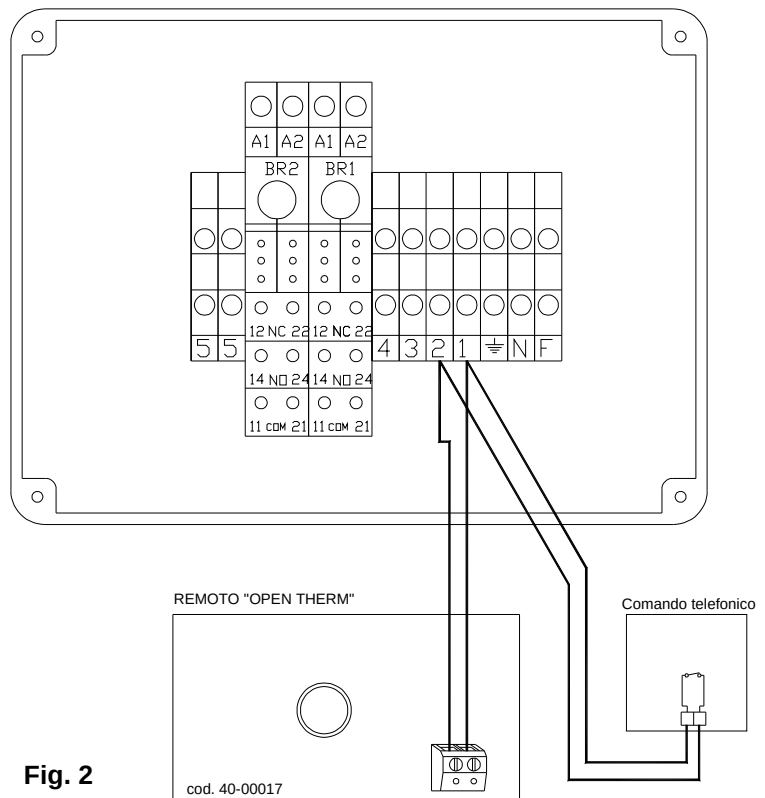

Fig. 2
- procedere al collegamento del cronotermostato o del REMOTO LCD come indicato in fig.2;